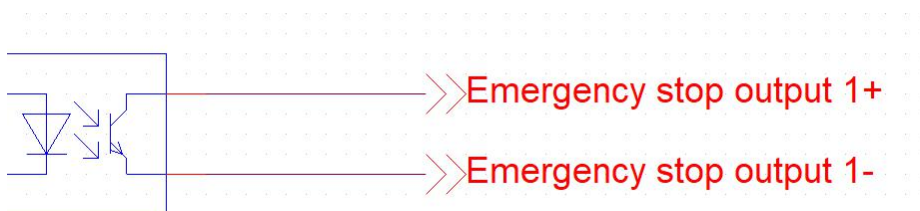

图 2-6
- SRC-880 具有一组独立干接点开关，作为急停输出信号使用，输出信号引脚分布于 J2 连接器的 13/14 脚.最大承载电流 120mA。急停输出逻辑示意图见“图 2-6”。